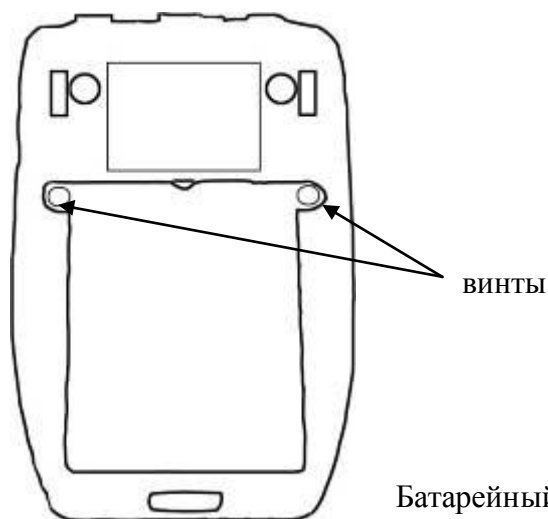

Рис.4
1. Для открытия батарейного отсека в нижней части принтера отвинтите 2 винта (Рис.4.)